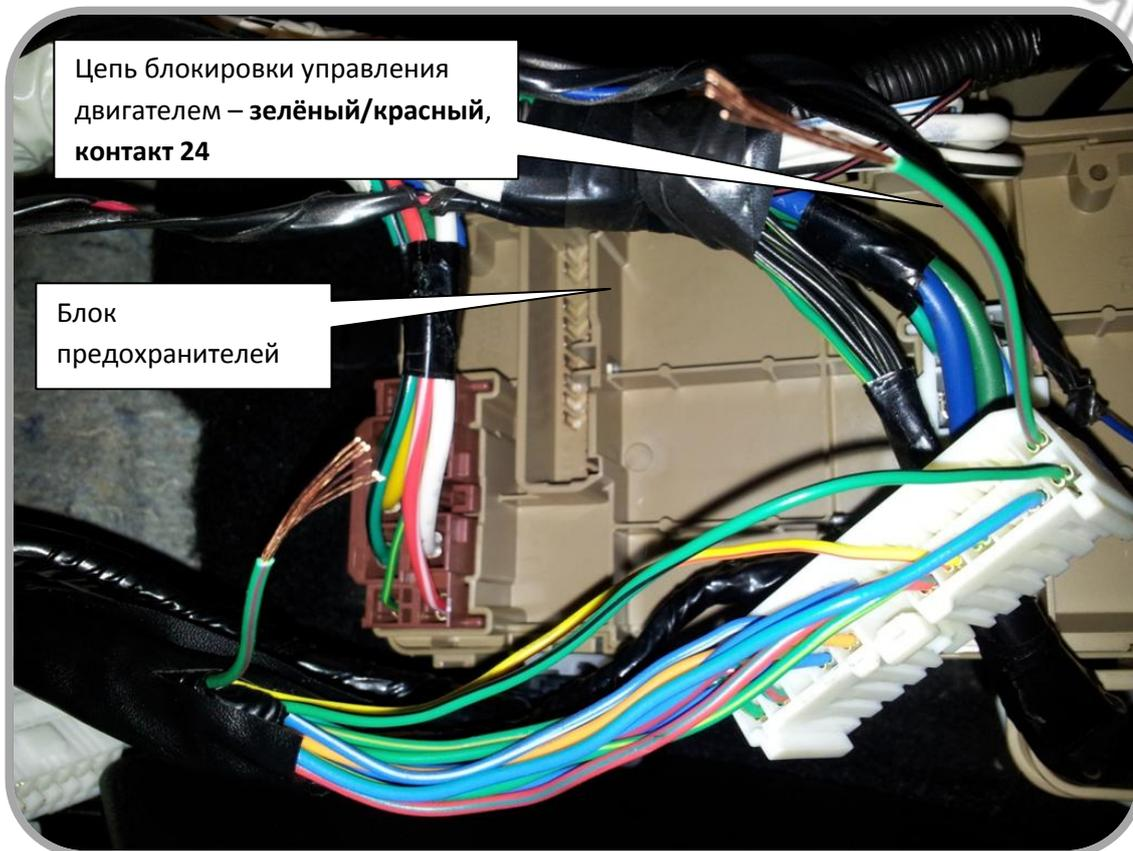
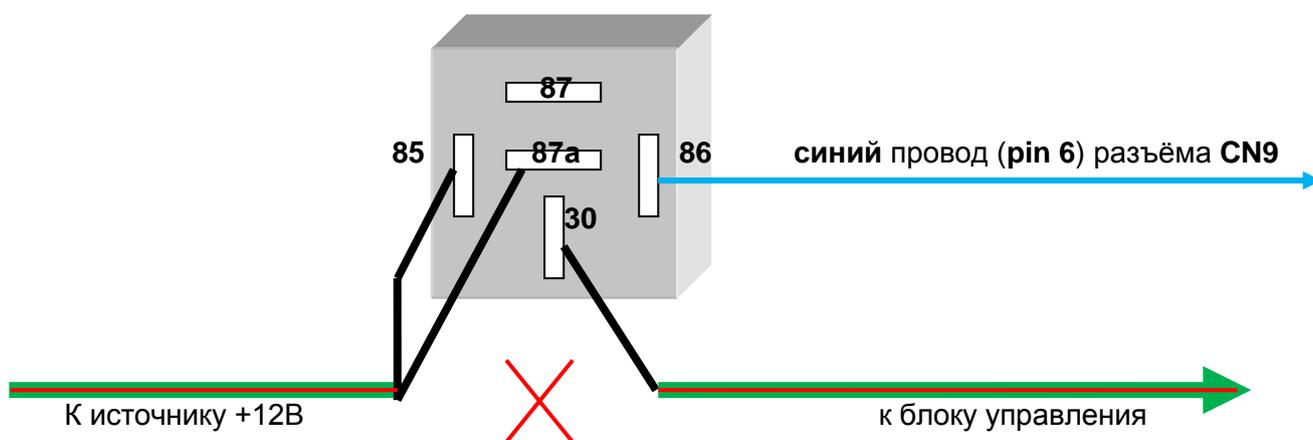

Рис. 15: Подключение блокировки управления двигателем.
Рис. 16: Реле НЗ блокировки управления двигателем (схема).
В качестве блокировки можно использовать, например, блокировку цепи блока управления двигателем – **зелёный/красный** провод, **контакт 24**, в белом 24-х контактном разъёме с обратной стороны блока предохранителей, (см. рис. 15). Для этого применяем внешнее нормально-замкнутое НЗ реле блокировки, управляемое **синим** проводом (pin 6) разъёма **CN9** системы Scher-Khan UNIVERSE 1 (2) (этот **синий** провод подключаем к **контакту 86** реле). **Контакты 30 и 87а** реле устанавливаем в разрыв блокируемой цепи. **Контакт 85** реле подключаем к разорванному проводу со стороны приходящих +12В, (см. схему рис. 16).